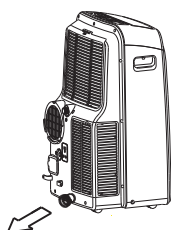

Imagen 22
- Quando o nível de condensados da bandeja alcance o nível predeterminado a unidade emitirá uma aviso sonoro e no ecrã aparecerá P1. O processo de climatização ou de desumidificação irá parar. Contudo o motor do ventilador continuará a funcionar. Deslocar com cuidado a unidade até uma zona de drenagem e extrair o conector da mangueira de condensados e deixe que saia a água, (imagen 22).